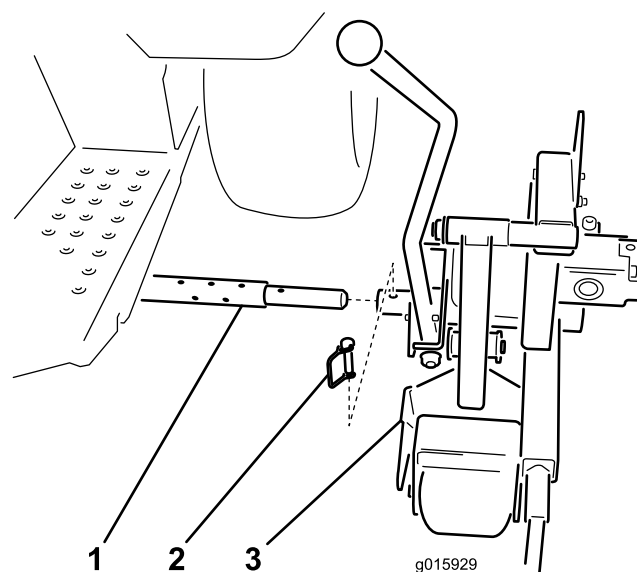

Figure 12
1. Glissez le tube de pivot de la tête de coupe sur le tube transversal (Figure 12).
2. Fixez la tête de coupe au tube transversal avec la goupille d'attelage (Figure 12).